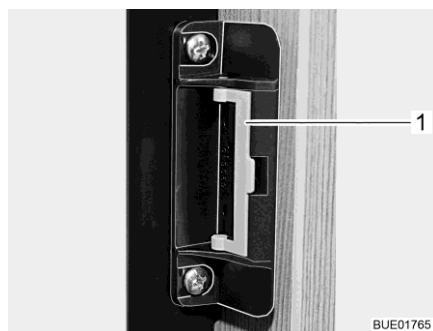
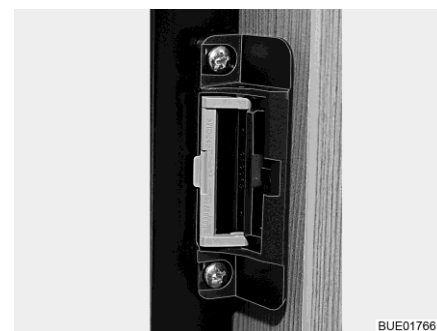

Fig. 93 Dispositivo di chiusura (posizione normale)
Fig. 94 Dispositivo di chiusura (posizione di ricircolo d'aria)
- Ruotare la staffa (Fig. 93,1) in avanti (Fig. 94).